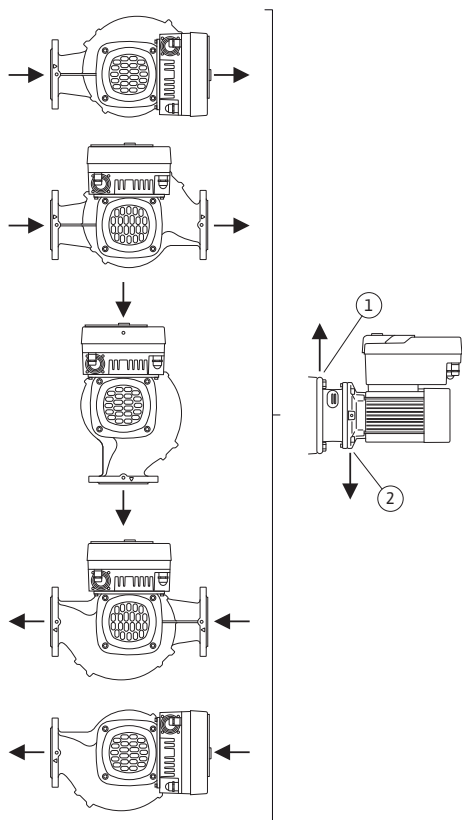

Fig. 9: Godkjente monteringsstillinger med horisontal motoraksel
De godkjente monteringsstillingene med horisontal motoraksel og elektronikkmodulen oppover (0°) er fremstilt i Fig. 9.
Lufting av pumpen fungerer optimalt når luftventilen vender opp (Fig. 9, pos. 1).
I denne posisjonen (0°) ledes kondensat ut som det skal, gjennom eksisterende borer, pumpelanteren og motoren (Fig. 9, pos. 2).